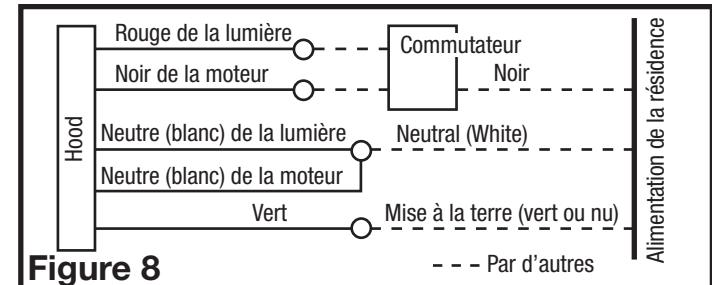

Figure 8
- 2c. Connecter les deux fils lâches Blancs de la hotte de cuisine au fil Blanc de l'alimentation. Connectez le fil noir de la hotte au fil noir de l'interrupteur. Ceci contrôle le moteur. Connectez le fil rouge de la hotte au fil rouge de l'interrupteur. Ceci contrôle la fonction d'éclairage. Connectez le fil de mise à la terre (vert ou dénudé) de l'alimentation à la vis verte de mise à la terre de la hotte. Utiliser des méthodes de connexion approuvées pour toutes les connexions (Figure 8).